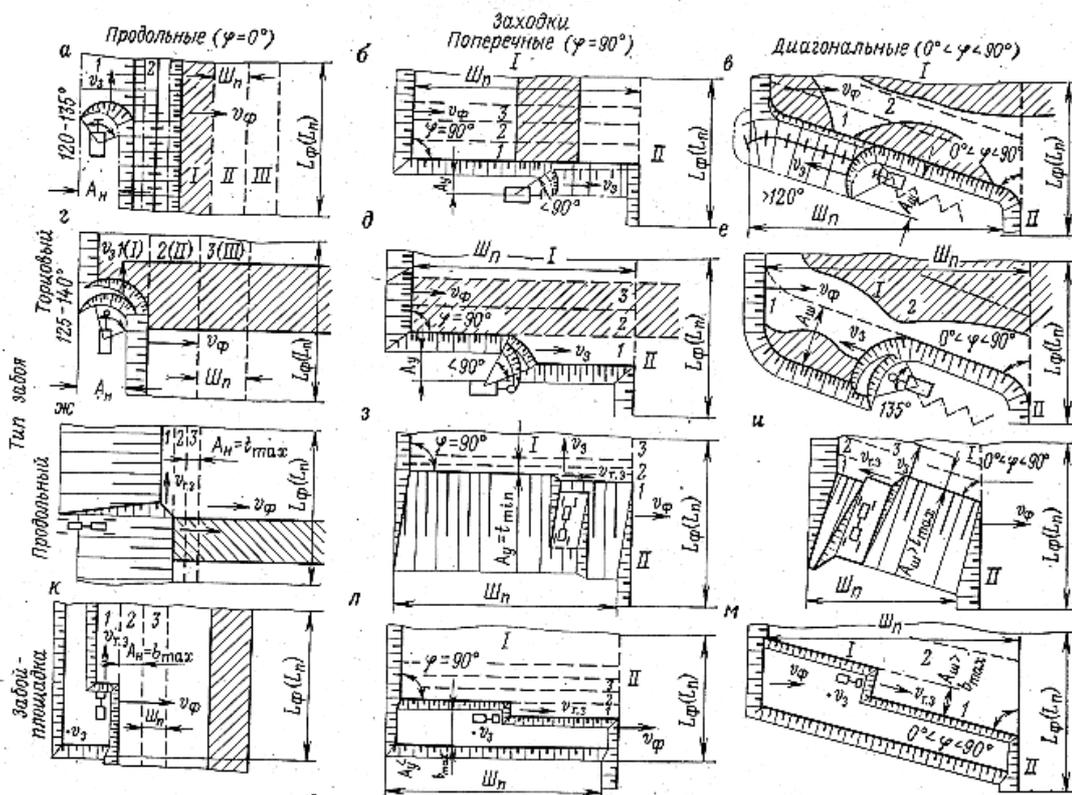

Рис. 3.13. Схемы блоков панели и заходок:
- продольными (вдоль фронта уступа, $\varphi = 0^\circ$, рис. 3.13, а, г, ж и к.)
- поперечными (вкrest фронта уступа, $\varphi = 90^\circ$, рис. 3.13, б, д, з и л)
- диагональными ($0^\circ < \varphi < 90^\circ$, рис. 3.13, в, е, и и м).
Ширина заходки А при торцовом забое и забое-площадке соответствует ширине этих забоев. Различают нормальные, узкие и широкие заходки (см. рис. 3.13). При нормальных заходках выемка породы производится при движении машин по прямолинейной оси в пределах всей длины заходки при условии максимального использования линейных параметров машин. Узкие заходки отличаются от нормальных неполным использованием рабочих параметров выемочных машин. Широкие заходки характеризуются переменным направлением движения машин в плане (зигзагообразная ось).